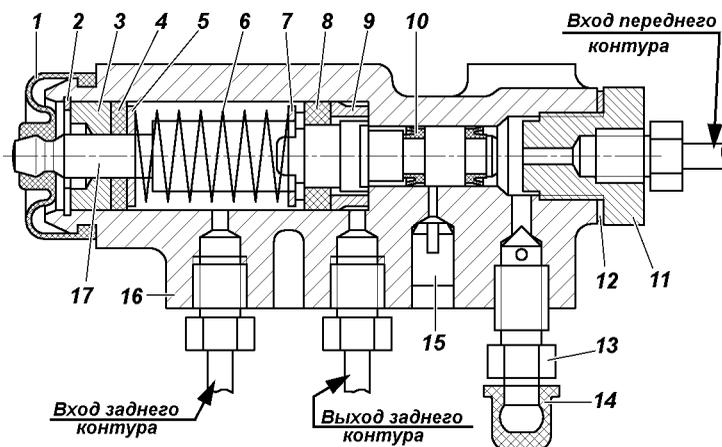

Рис. 9.24. Регулятор давления:
**Регулятор давления.** На автомобилях, не оснащенных антиблокировочной системой тормозов, устанавливается регулятор давления (рис. 9.24), который обеспечивает оптимальное распределение тормозных сил по осям автомобиля и не допускает блокировку задних колес раньше передних. При обслуживании проверяйте работоспособность регулятора давления. Очищайте регулятор от грязи и проверяйте надежность его крепления. Внешним осмотром убедитесь, что регулятор и детали его привода не имеют повреждений, отсутствуют подтекания тормозной жидкости и люфты в соединении стойки с упругим рычагом и кронштейном на заднем мосту.
При нажатии на педаль тормоза поршень 17 (рис. 9.24) регулятора давления должен выдвинуться из корпуса на 1,7 - 2,3 мм. Отсутствие хода поршня, а также его недостаточный или чрезмерный ход свидетельствует о неисправности регулятора или его привода.
3. Заверните болт 3 до соприкосновения его с хвостовиком поршня 17 ( рис. 9.24) регулятора.